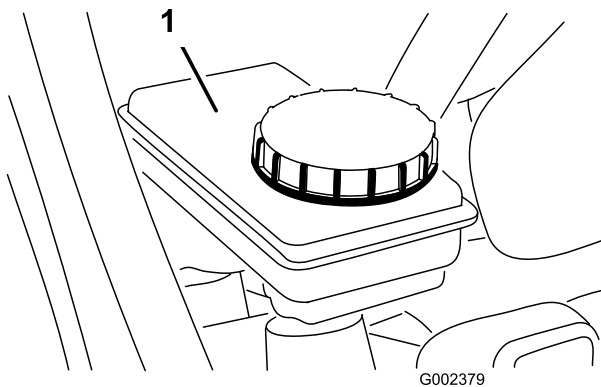

Figura 24
2. Assicuratevi che il livello del fluido raggiunga la linea di pieno nel serbatoio (Figura 24).
- Se il livello è basso, pulite attorno al tappo del serbatoio, rimuovete il tappo e rabboccate fino al livello opportuno con l'olio dei freni specificato (Figura 24).